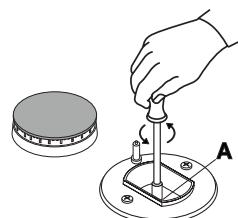

fig.9
- draai de inspuiters "A" (fig.9) met een pijsleutel van 7 mm los en vervang de inspuiters door de inspuiters die geschikt zijn met het oog op de nieuwe gassoort en houd daarbij onderstaande tabel aan.